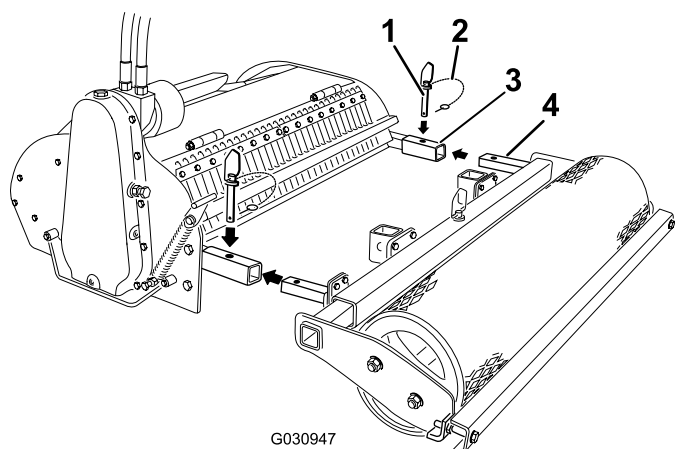

Bild 3
4. Entfernen Sie die Lastösenbolzen des Sprenglings von den Dornen (Bild 3).
5. Entfernen Sie die Dorne von den Armen des Bodenaufbereiters (Bild 3).
6. Schieben Sie die Arme der Rolle in die Arme des Bodenaufbereiters und befestigen Sie sie mit den Dornen (Bild 3).